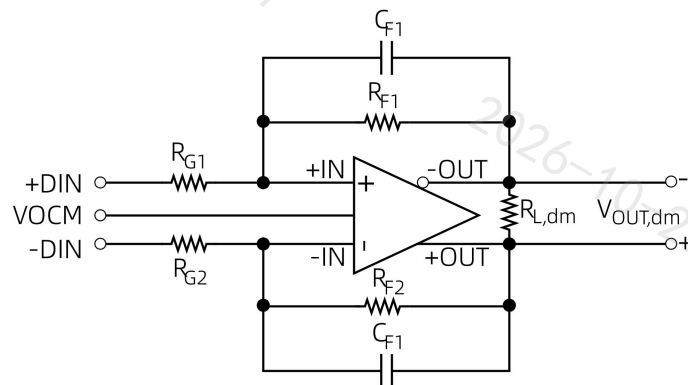
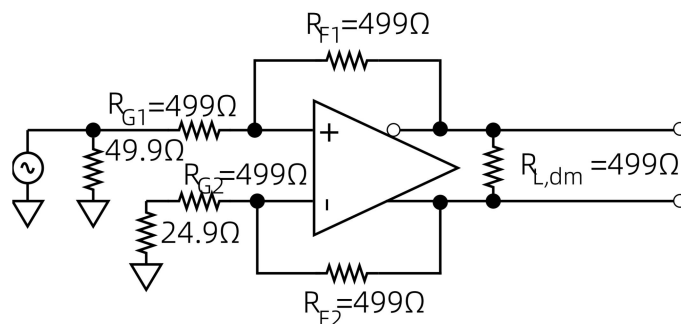

图26 电路定义
图27 基础测试电路
*TA=25℃, VOCM=2.5V, G=+1, RL,dm=500Ω, 测试设置和标签说明如图27所示。
CYA8138C的典型应用电路如图26所示，后续所有电路性能分析都基于此。图27是一个单端输入差分输出的基础测试电路实例，CYA8138C的所有电气规格都是基于此电路测试得出。
忽略电容CF1/2，图26所示电路的差模增益可表示为：
为了计算图26所示电路的总输出参考噪声，还必须考虑电阻 $R_{F1/2}$ 和 $R_{G1/2}$ 的贡献。在各闭环增益下的输出噪声电压密度估算值，参见表6。
如图27所示电路的有效输入阻抗（在+DIN和 - DIN端）取决于放大器是由单端信号源驱动，还是由差分信号源驱动。对于平衡差分输入信号，两个输入端（+DIN和 - DIN）之间的输入阻抗 ($R_{IN, dm}$) 为：